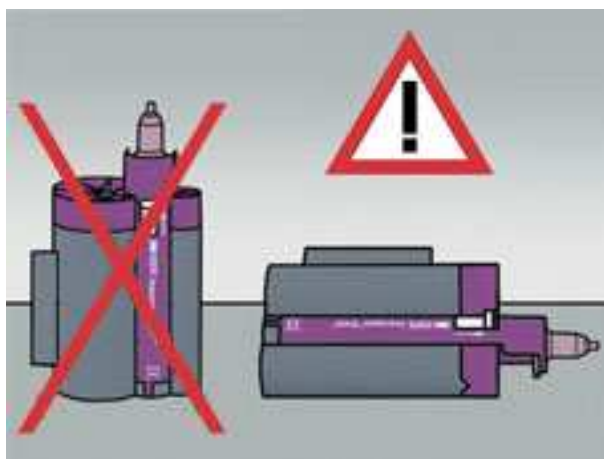

Рис. 13
- ▶ Храните картриджи с частично использованными пакетами из фольги или горизонтально или с направленным вниз смесителем (рис. 13). В случае неправильного хранения оттисковый материал может отечь, что увеличит необходимое для запуска время или может стать причиной смешивания основной пасты и пасты-катализатора.